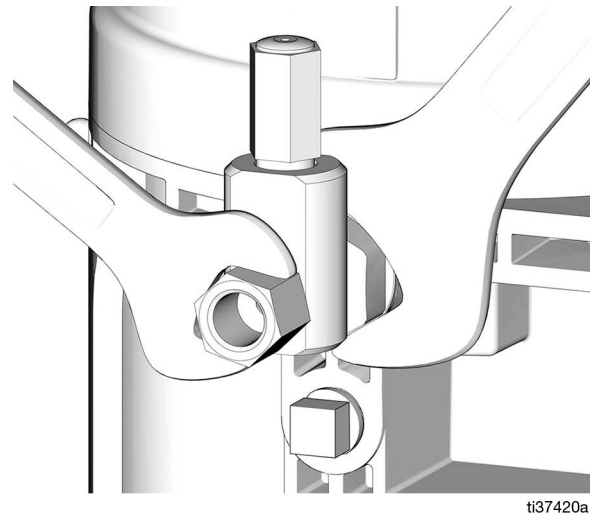

ABB. 23
1. Fitting vom Pumpenelement lösen (ABB. 23).